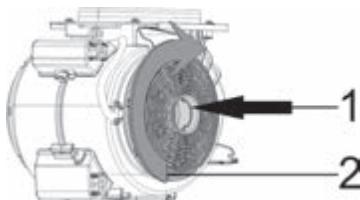

Fig 7 FILTER KARBONI
- 1-Vendosni filtrin e karbonit në pjesën e tij. Fig. 7
- 2-Rrotulloni filtrin e karbonit në drejtim të akrepave të orës, sigurohuni që të jetë fiksuar plotësisht. Fig. 7